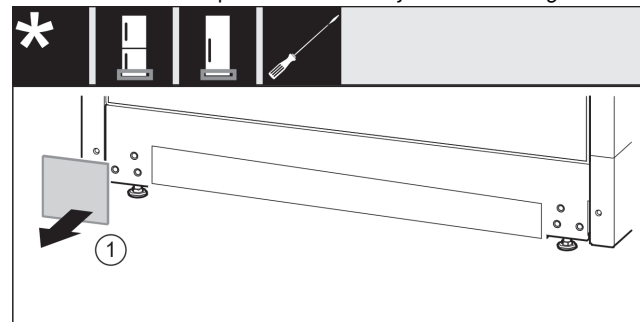

Fig. 14
- ▶ Odoberte kryt. Fig. 14 (1)